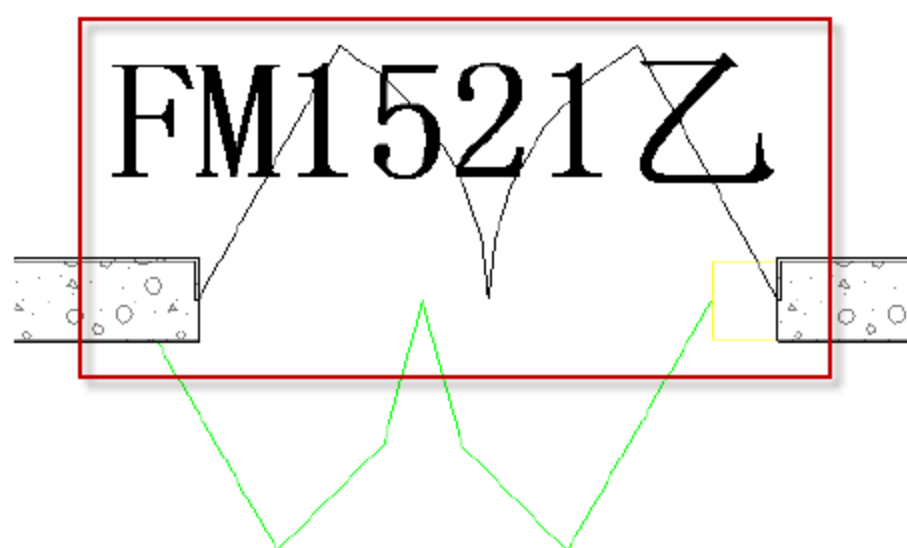

图 9.3.14 插入“FM1521 乙”族
(11) 插入“FM1521 乙”族。选择“建筑”→“门”命令（或者直接按快捷键 D+R），在相应的位置插入族，如图 9.3.14 所示。